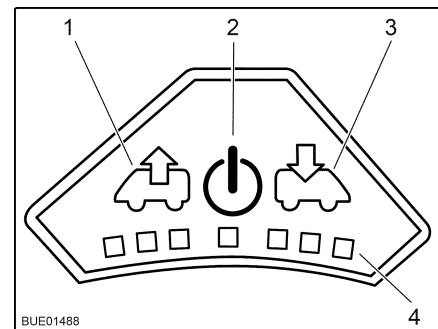

Bild 92 Fläktreglage
- Tryck på På/Av-knappen (Bild 92,2). Fläkten går i komfortläge (vädring med lägsta fläktvarvtal).
- För att höja fläktvarvtalet: Tryck på vädringsknappen (Bild 92,1). Fläktvarvtalet i vädringsriktningen ökar en nivå. Lysdioderna (Bild 92,4) visar de olika nivåerna.
- För att minska fläktvarvtalet: Tryck på ventilationsknappen (Bild 92,3). Fläktvarvtalet minskar en nivå.
- För att höja fläktvarvtalet: Tryck på ventilationsknappen (Bild 92,3). Fläktvarvtalet i ventilationsriktningen ökar en nivå. Lysdioderna (Bild 92,4) visar de olika nivåerna.
- För att minska fläktvarvtalet: Tryck på vädringsknappen (Bild 92,1). Fläktvarvtalet minskar en nivå.
- Tryck på På/Av-knappen (Bild 92,2). Fläkten stannar och lamporna släcks.